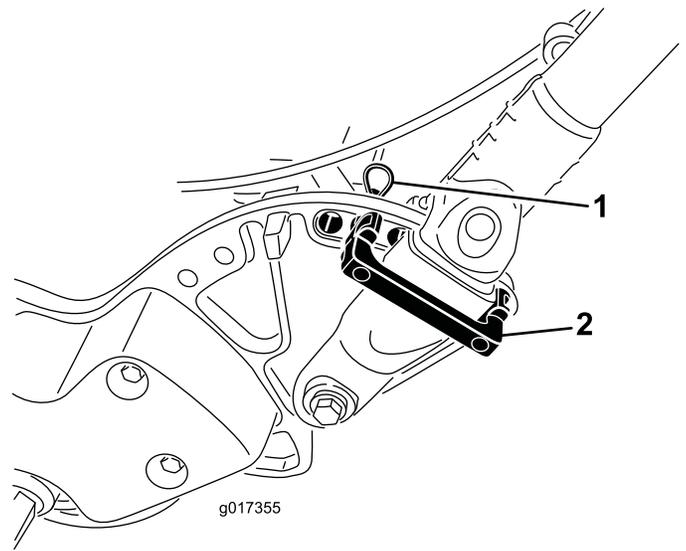

图7
2. 将手柄旋转到需要的操作位置，将手柄卡环插入手柄铁夹及侧板上相对应的孔 (图7)。
3. 使用发卡销将手柄铁夹固定到位 (图7)。
1. 当撑住手柄时，取下将手柄铁夹固定到侧板上的扎带 (图7)。